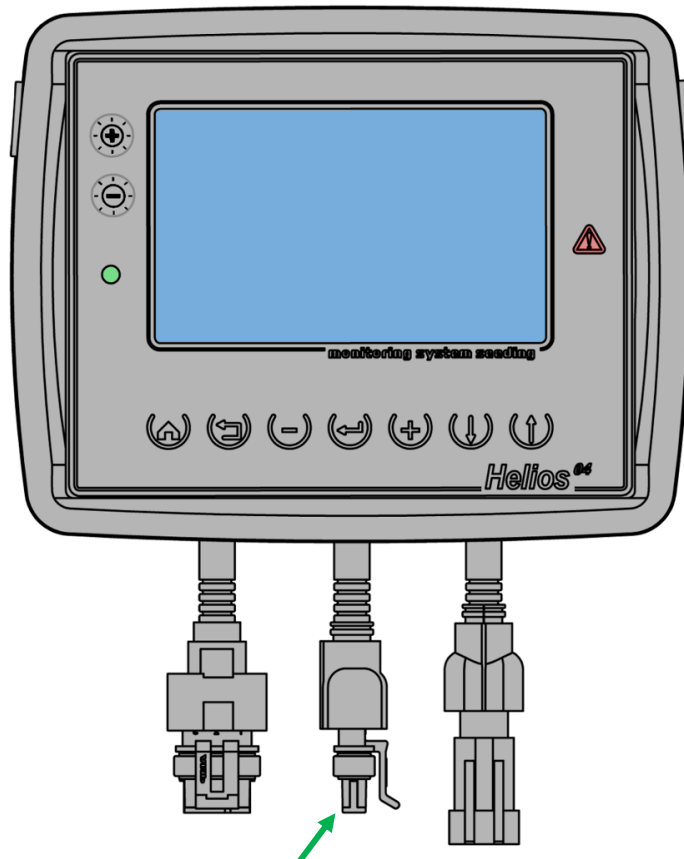

Рисунок 57 Кабельный ввод жгута связи RS-485
1. Отключите все датчики от кабельного ввода жгута связи на панели оператора (четырёхконтактный разъем, см. Рисунок 57).
2. Датчик, которому нужно установить новый программный адрес, подключите к кабельному вводу жгута связи на панели оператора (см. Рисунок 57).